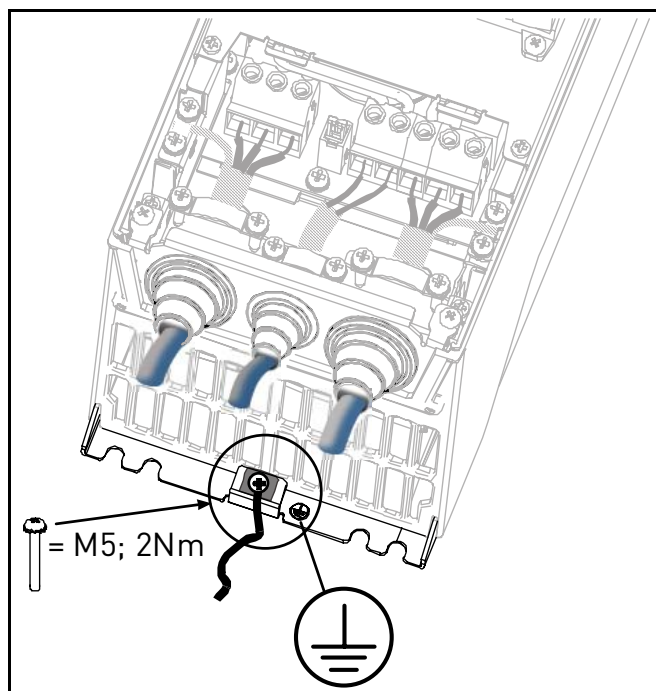

Рисунок 17. Дополнительный соединитель защитного заземления (12 мм)
**ПРИМЕЧАНИЕ.** В соответствии со стандартом EN61800-5-1 необходимо иметь два проводника защиты. См. Рисунок 17 и главу Заземление и защита от замыкания на землю. Заверните винт M5 и затяните его с моментом 2,0 Нм.